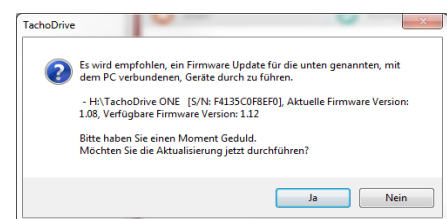
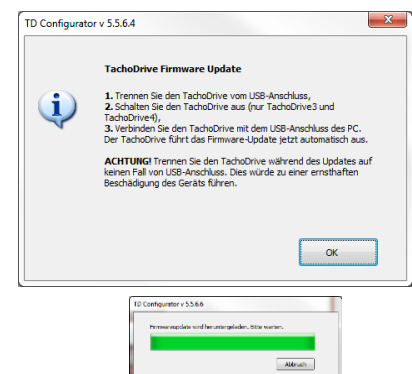

Bild 25: Meldung Update verfügbar
Bild 26: Hinweise zum Update
Wenn ein neues Update verfügbar ist, erscheint ein entsprechender Hinweis (Bild 25). In diesem Fall sollte das Update durchgeführt werden, um immer mit der aktuellen Firmware auf dem TD ONE zu arbeiten. Updates enthalten wichtige Anpassungen, u. a. wenn z.B. neue Tachographentypen oder Release-Stände auf den Markt kommen.
Ist ein neues Update für den angeschlossenen TachoDrive verfügbar, erscheint eine entsprechende Meldung (Bild 25). Mit Klick auf „Ja“ startet der Updateprozess, bitte befolgen Sie die angezeigten Hinweise (Bild 26):
- Abwarten, bis das Update aufgespielt wurde (Bild 26).